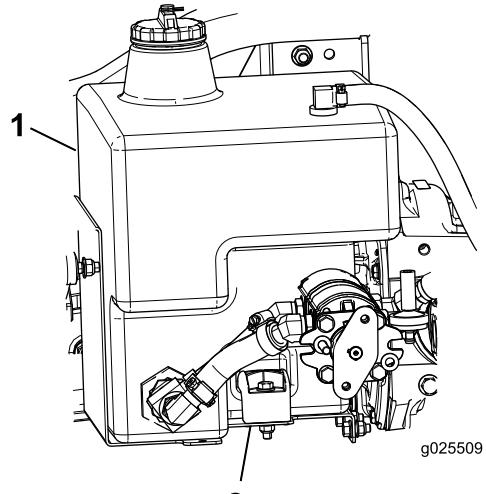

Bild 4
2. Entfernen Sie das gerade Anschlussstück, damit die Flüssigkeit ablaufen kann (Bild 4 und Bild 11). Werfen Sie das gerade Anschlussstück weg.
3. Entfernen Sie die Schraube und Halterung, mit denen der Hydraulikbehälter befestigt ist (Bild 4).